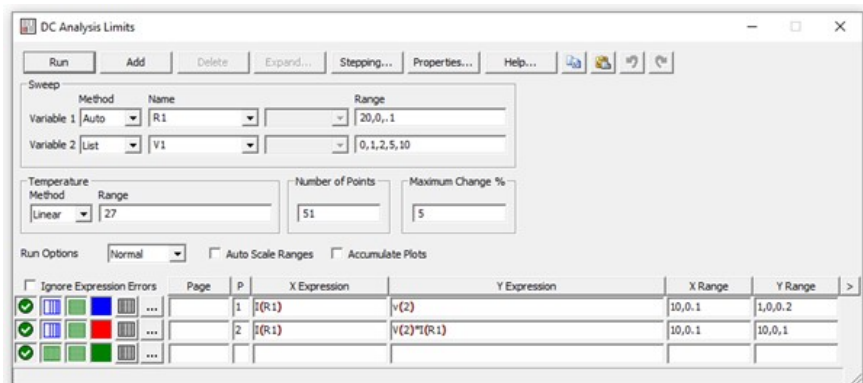

Рис. 2.6
- 2.6. Запустите расчет режима по постоянному току, выбрав **Analysis**→**DC...** (Alt+3). Установите пределы изменения как показано на рис. 2.6. Нажмите **Run**. Получившиеся графики сохраните в отчет.